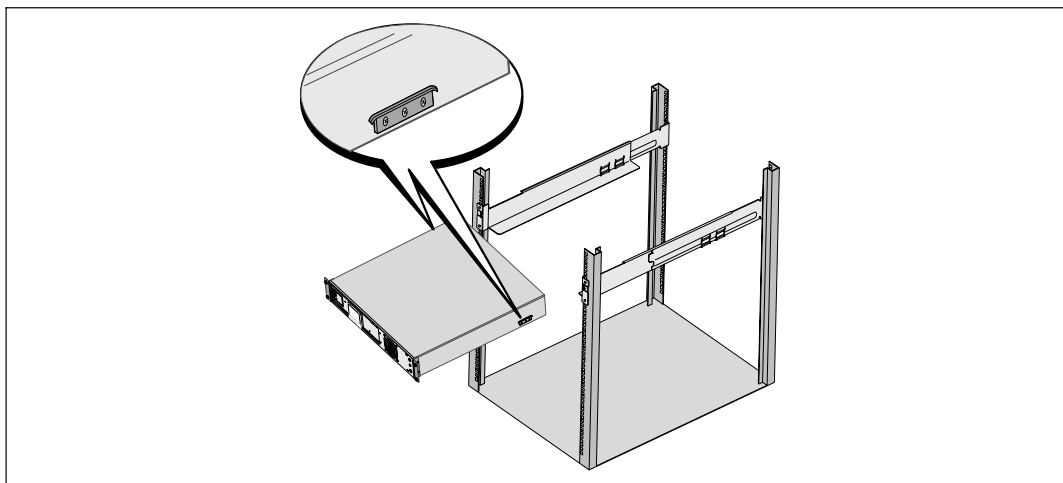

Figura 15. Cómo instalar el gabinete
- 6 Deslice el gabinete en el bastidor (consulte la Figura 15). Repita este procedimiento para todos los gabinetes adicionales.